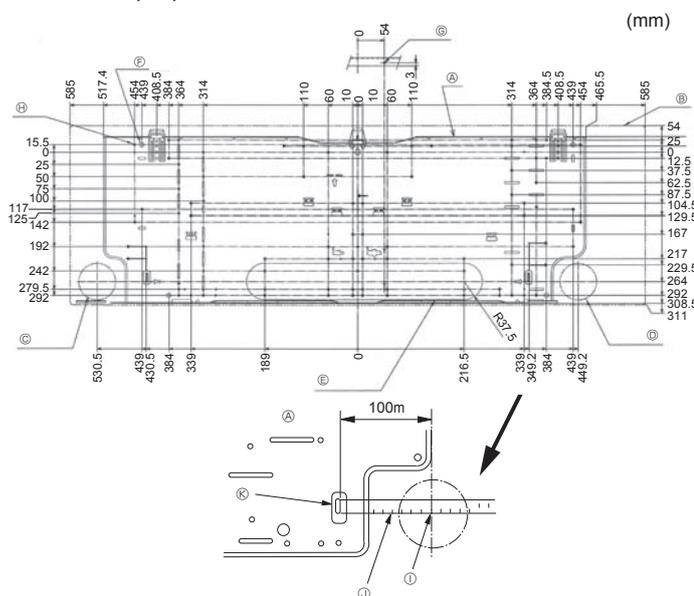

Fig. 3-2
①	Planche d'installation	1	Fixer à l'arrière de l'appareil
②	Vis autotaraudeuses 4 × 25	7
③	Bande de feutre	2
④	Raccord en L	1
⑤	Écrou de charge	1
⑥	Télécommande sans fil	1
⑦	Support de la télécommande	1
⑧	Piles alcalines (AAA)	2
⑨	Vis autotaraudeuses 3,5 × 16	2
⑩	Entretoise	1	Utiliser le matériel d'emballage
3.2. Installation de la structure de montage mural (Fig. 3-2)